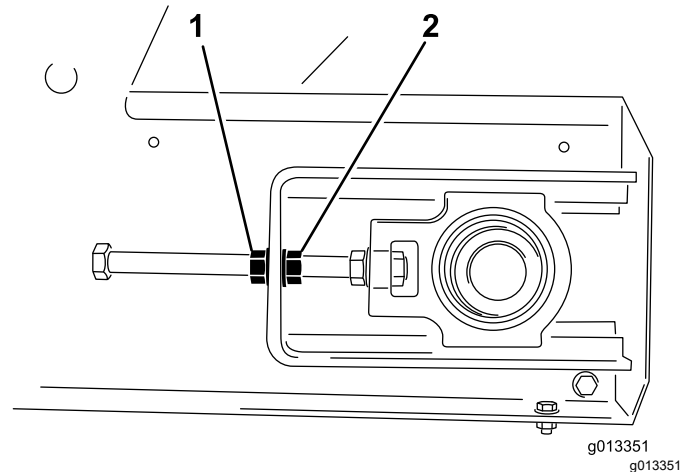

Рисунок 59
4. С помощью 2 гаечных ключей неподвижно удерживайте конец натяжного стержня, а затем ослабьте контргайку, расположенную ближе к концу стержня (Рисунок 59).
3. Со стороны, в которую смещается лента транспортера, неподвижно удерживайте конец натяжного стержня, затем ослабьте контргайку и затяните регулировочную гайку, повернув ее на две плоские грани (Рисунок 59).